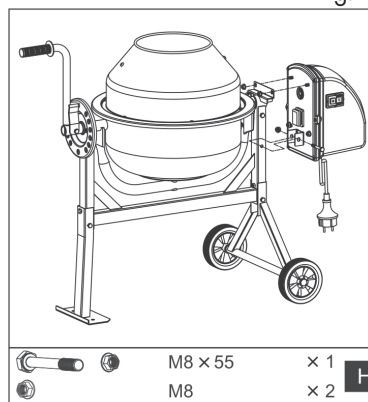

Fig.12
9. En el último paso de montaje se monta el accionamiento. Para ello, alinee el engranaje y deslice el accionamiento sobre el eje. Atornille el alojamiento del motor al bastidor. Utilice las tuercas marcadas M8 (H), Fig.12.